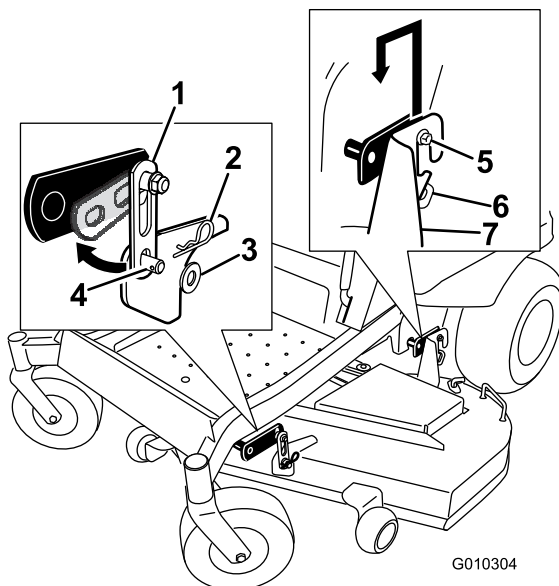

Figura 75
2. Retire o equipamento dos suportes de suspensão frontal da plataforma em ambos os lados da plataforma (Figura 75).
3. Eleve cuidadosamente a plataforma dos parafusos do suporte de suspensão traseira e baixe a parte da frente da plataforma do cortador até ao solo (Figura 75).
5. Levante a parte de trás da plataforma de corte e oriente os suportes de suspensão por cima dos parafusos do suporte de suspensão traseiro (Figura 75).
6. Instale o suporte frontal na plataforma do cortador nos suportes de suspensão frontais da plataforma e prenda-os com uma anilha e um contrapino (Figura 75).